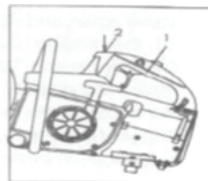

Fig. 8
4. Oprirea de urgență (ref. Fig. 8) În condiții normale, atunci când motorul este în repaus, mașina polizorul unghiular trebuie oprit. Dacă se produse totuși o defecțiune sau o urgență în timpul tăierii, puteți opri motorul imediat apăsând și menținând apăsat butonul de oprire de urgență (2) de la capătul frontal al mânerului din spate (1).